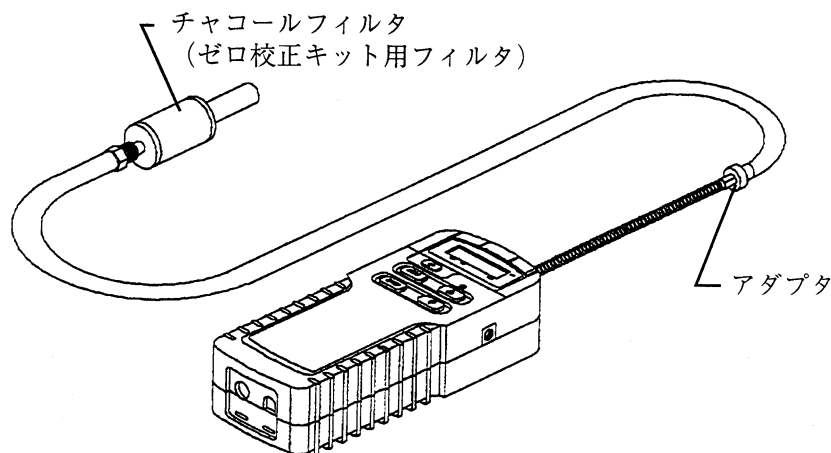

図5.1 ゼロガス校正のセットアップ
ゼロガス校正用に図5.1のようなゼロ校正キットがあります。このキットはアダプタとチャコールフィルタで構成されております。
- (1) ガス吸引チューブにゼロ校正アダプタを挿入します。（図5.1をご参照ください。）
- (2) サンプリングポンプで空気サンプルをチャコールフィルタを通してセンサチャンバに吸引します。センサ室に吸引された空気は有機化合物ガスがゼロとなるはずですが、ディスプレイ上には、有機化合物ゼロのガスの測定値が表示されます。ただし、この測定値はチャコールフィルタの汚れや機器ドリフトの影響でゼロを示さないことがあります。
- (3) この測定値がゼロを示さない場合、【ENTER】キーを押してゼロにします。数秒後にまだずれが表示される場合、再度【ENTER】キーを押してゼロにします。測定値がゼロもしくは0.1 ppmで安定するまでこの操作を繰り返してください。これでゼロガス校正完了です。